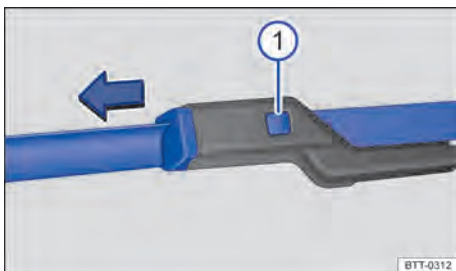

Fig. 141 En el parabrisa: cambiar las escobillas limpiaparabrisas.
- ❶ Tecla de desbloqueo
3. Mantenga presionada la tecla de desbloqueo y retire al mismo tiempo la escobilla en el sentido de la flecha → Fig. 141 ①.